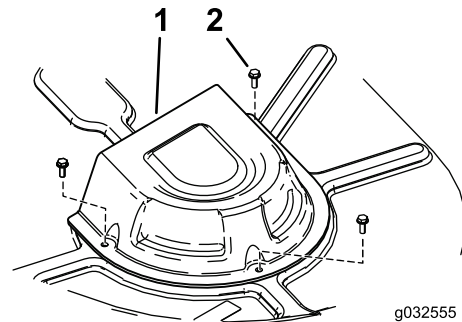

Figure 60
4. Déposez les couvercles de poulie (Figure 60).
6. Acheminez la courroie neuve autour de la poulie du moteur et des poulies du tablier de coupe (Figure 60).